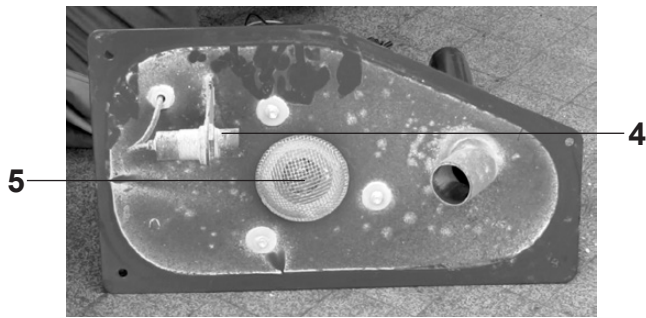

Bild 15
4. Füllstandssensor (4, Bild 15) reinigen und Kabel des Sensors auf Beschädigungen überprüfen.
5. Gitter der Saugturbine (5, Bild 15) reinigen.